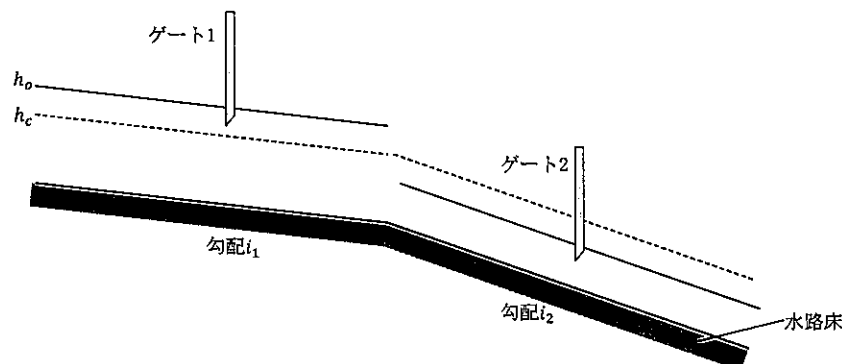

図 2
2. 図-2 のように、途中で水路床勾配が $i_1$ から $i_2$ に変化する十分に長い広幅長方形断面の水路がある。この水路に単位幅流量 $q$ の水を流すとき、取り得る水面形の形状を以下の手順で考える。As shown in Figure 2, there is a sufficiently long wide rectangular cross-sectional channel with a channel bed slope that changes from  $i_1$  to  $i_2$  along the way. When the water of unit discharge  $q$  flows through this channel, the possible shapes of the water surface are considered in the following manner.
- (3) (1)及び(2)に従って限界水深と等流水深をそれぞれ求めると、水路床勾配が変化する上流側では $h_o > h_c$ 、下流側では $h_o < h_c$ となったとする。上流側・下流側の水路はそれぞれどのように呼ばれるか答えよ。さらに、これらの条件において、ゲート1、ゲート2が図-2のように設置されているとき、水面形の概略を描け。また、水面形の名前( $M_1$ や $S_2$ など)と水面形が決まる向きを矢印で記せ。途中で限界水深をとる場合や、跳水となる場合があれば、そのおよその位置を示せ。Suppose that, following (1) and (2), the critical depth and the normal depth, respectively, are found to be  $h_o > h_c$  upstream and  $h_o < h_c$  downstream, where the channel bed gradient changes. What are the upstream and downstream channels called, respectively? Furthermore, under these conditions, when Gate 1 and Gate 2 are installed as shown in Figure 2, draw a rough sketch of the water surface shape. Also, indicate the name of the water surface shape ( $M_1$ ,  $S_2$ , etc.) and the direction in which the water surface shape is determined by the arrows. Indicate the approximate location of the critical depth or hydraulic jump, if any.